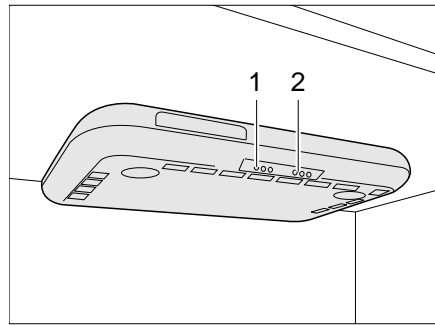

Bild 194 Dunstabzug
- Den Dunstabzug mit dem Schalter (Bild 194,1) ein- und ausschalten.
- Die Kochstellenleuchten mit dem Schalter (Bild 194,2) ein- und ausschalten.